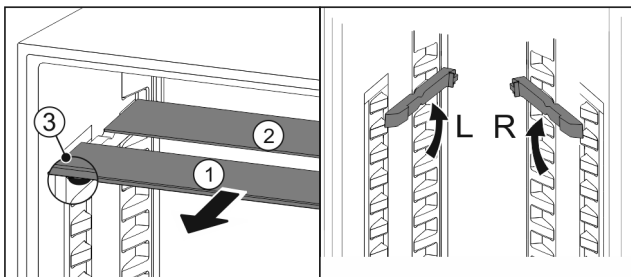

Fig. 112
- ▶ Steklene plošče posamično izvlecite Fig. 112 (1) naprej.
▷ Steklena plošča Fig. 112 (1) z okrasno letvijo je spredaj.
▷ Zaustavljalniki Fig. 112 (3) so obrnjeni navzdol.